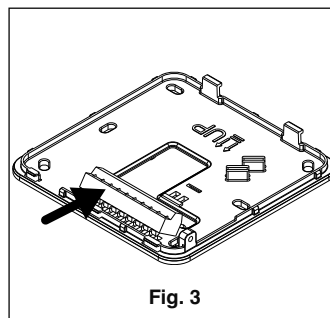

Fig. 3
- Retire os conectores do controlo ao exercer pressão conforme indicado na fig. 3. Sem os conectores do controlo no lugar, prepare as ligações eléctricas entre os mesmos e o painel de controlo eléctrico da bobina da ventoinha conforme indicado no diagrama de cablagem na fig. 10. Para a ligação específica entre o comando e o convector de ventilação use como referência o esquema existente na máquina.